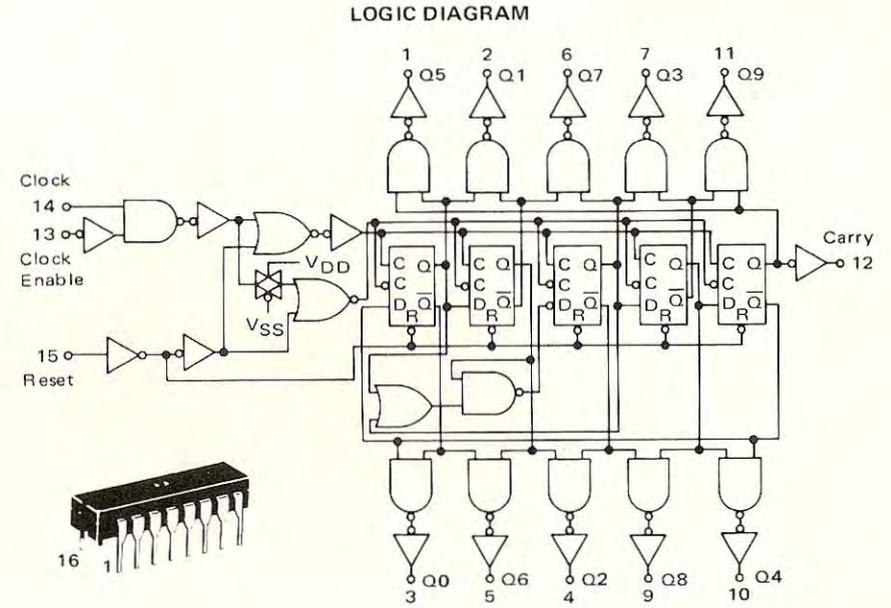

Fig. VI-31. — Structure de la décade 4017 et brochage (+ au 16, - au 8).
- Un compteur d'impulsions : c'est la partie intégrée. Les composants les plus récents ont été utilisés : les circuits numériques C.MOS, ayant le mérite d'une consommation tellement faible, qu'il est presque impossible de la mesurer. On a une décade 4017, dont la figure VI-31 donne la structure interne et le brochage.